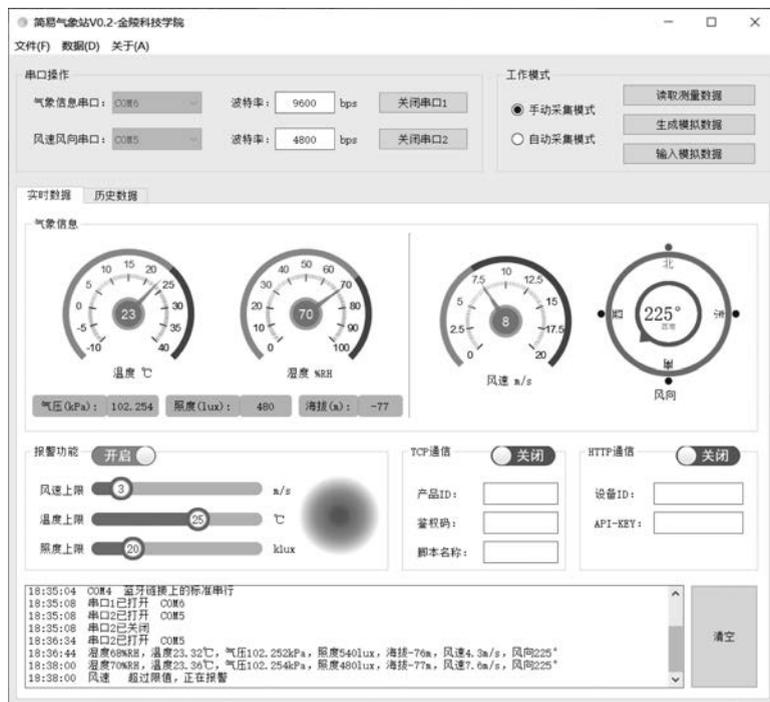

图 5.25 测量结果超过限值时, 程序报警
(3) 打开报警功能并重新读取一组测量数据,如图 5.25 所示。因为风速和照度值均超过了限值,所以程序开始报警。报警的现象与第 4 章相同,包括红色闪烁的图标和日志文字提示。